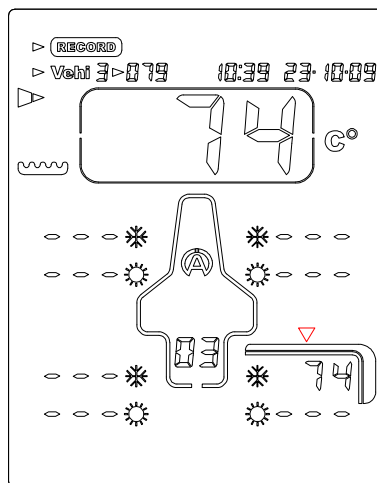

Ilustración 5
- 7) Coloque el captor de temperatura en el neumático que indica la flecha de la pantalla (*ilustración 5*).